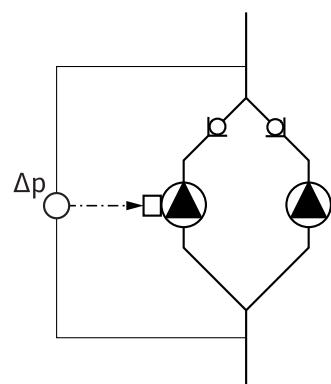

Fig. 13: Príklad, prípojka snímača tlakového rozdielu
- Napríklad na Fig. 13 je čerpadlom master ľavé čerpadlo v smere prúdenia. Na toto čerpadlo pripojte snímač tlakového rozdielu. Meracie body snímača tlakového rozdielu čerpadla master musia v príslušnom zbernom potrubí ležať na nasávacej a výtláčnej strane zariadenia s dvoma čerpadlami (Fig. 13).